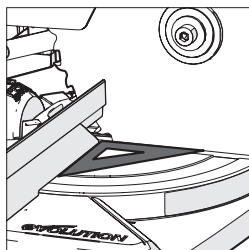

Fig. 13
- Coloque una escuadra en la mesa con un borde corto contra la guía y el otro borde corto contra la hoja (evitando las puntas de CT de los dientes de la hoja) (**Fig. 13**).